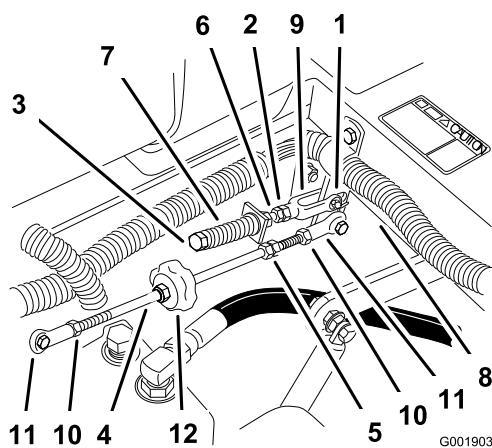

Bild 69
8. Sollte eine Einstellung erforderlich sein, lockern Sie die Mutter und die Klemmmutter gegen das Joch (Bild 69).
9. Drücken Sie den Fahrtriebshebel leicht nach hinten, drehen Sie den Kopf der Einstellschraube in die entsprechende Richtung, bis der Schalthebel in der Neutralsperrstellung zentriert ist (Bild 69).
10. Ziehen Sie die Mutter und die Klemmmutter an (Bild 69).